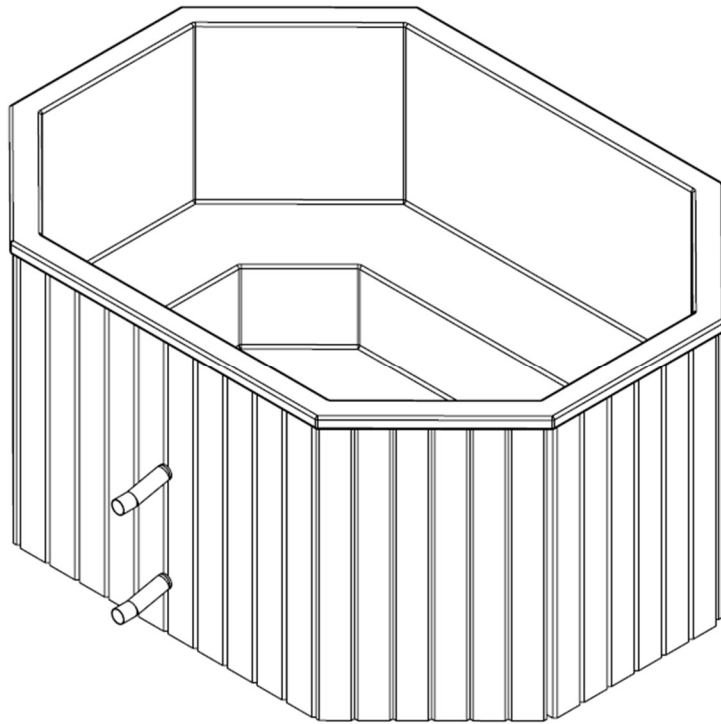

Bild 3. Badtunna
**Badtunna** – delen av badtunnan som håller vatten (se bild 3).